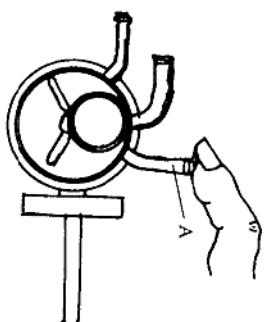

图 1-27
⑤(图1-27)用手指堵住出油管A,使再一次在油泵中形成空气压力,然后将油泵浸在汽油盘中,检查有无空气泄漏。